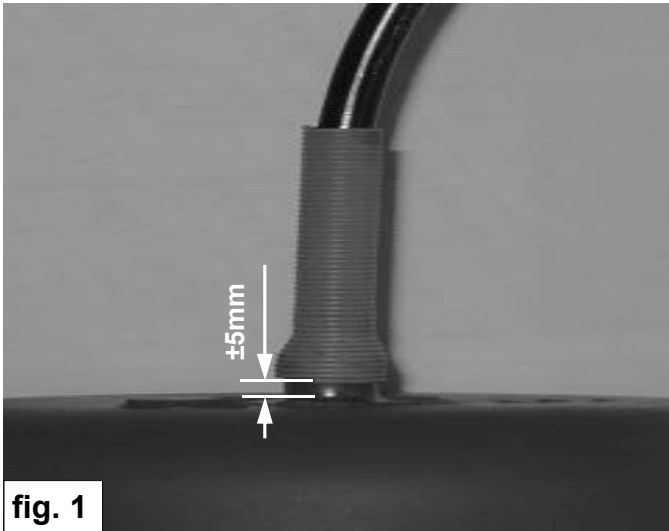

fig. 1
5. Plaats het beschermveertje en de rubber schijf over de luchtleiding. Zie fig. 1.
5. Place the protection spring and rubber disc over the air tube. See fig. 1.
5. Schieben Sie die Schützfeder und gummi Scheibe um der Luftleitung. Siehe Fig. 1.